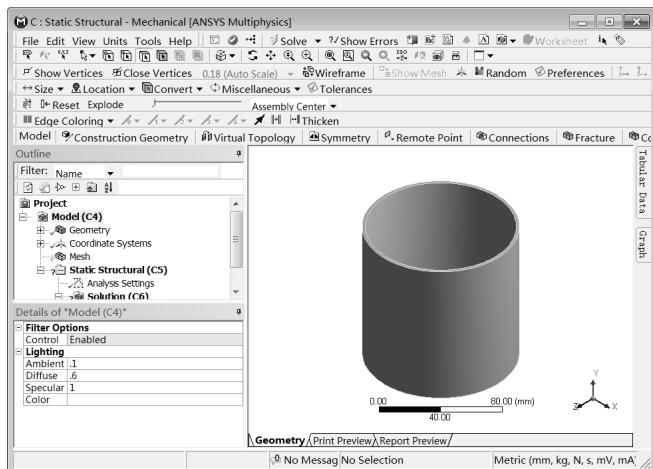

图 14-54 Mechanical 界面
Step1 :双击主界面项目管理区项目 A 中的 A4 栏 Model 选项 ,进入如图 14-54 所示 Mechanical 界面。在该界面下即可进行网格的划分、分析设置、结果观察等操作。